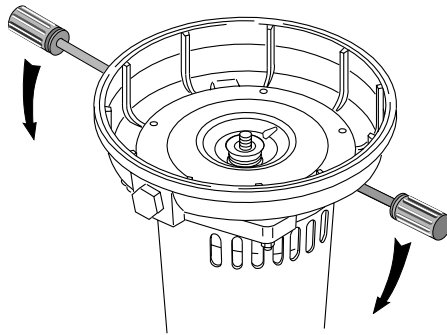

Figura 8
8. Saque las cuatro tuercas que sostienen la mitad posterior de la bomba con el motor. Saque la mitad giratoria del sello colocando dos destornilladores debajo de la mitad posterior del cuerpo de la bomba y forzando con cuidado hacia arriba (ver figura 8). La mitad posterior del cuerpo de la bomba se deslizará y saldrá del eje, trayendo el sello consigo.